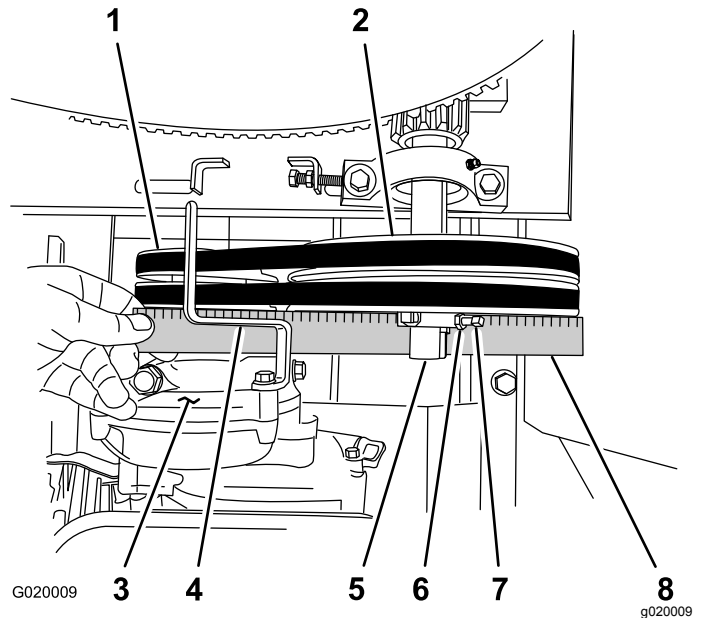

Figura 69
D. Coloque una regla sobre la polea del motor y la polea tensora (Figura 69).
- Si es necesario, gire el motor sobre la chapa del motor hasta que la polea del motor y la polea tensora estén alineadas con la regla (Figura 69).